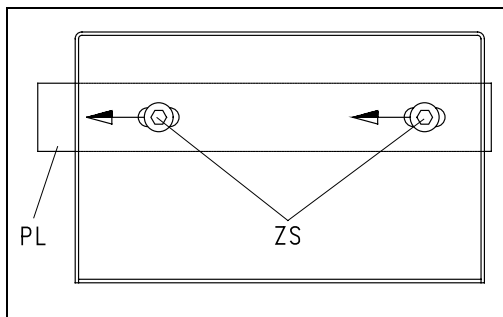

Fig. 9
- Desapertar os dois parafusos de cabeça cilíndrica **ZS** existentes na extremidade da gaveta com uma chave Allen SW4, mas não desaparafusar totalmente. **Fig. 9**